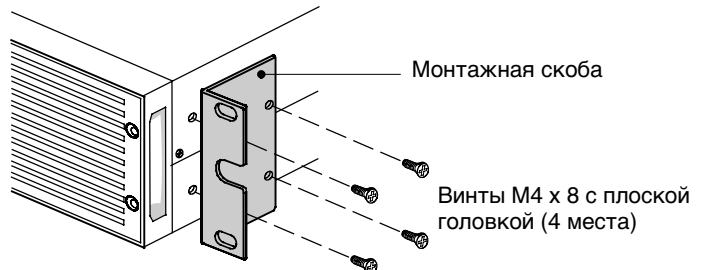

Рисунок 6. Установка монтажных кронштейнов (показано переднее положение)
9. Совместите монтажные кронштейны с отверстиями под винты на боковой части шкафа и закрепите их прилагаемыми винтами М4 х 8 с плоской головкой (см. Рисунок 6).